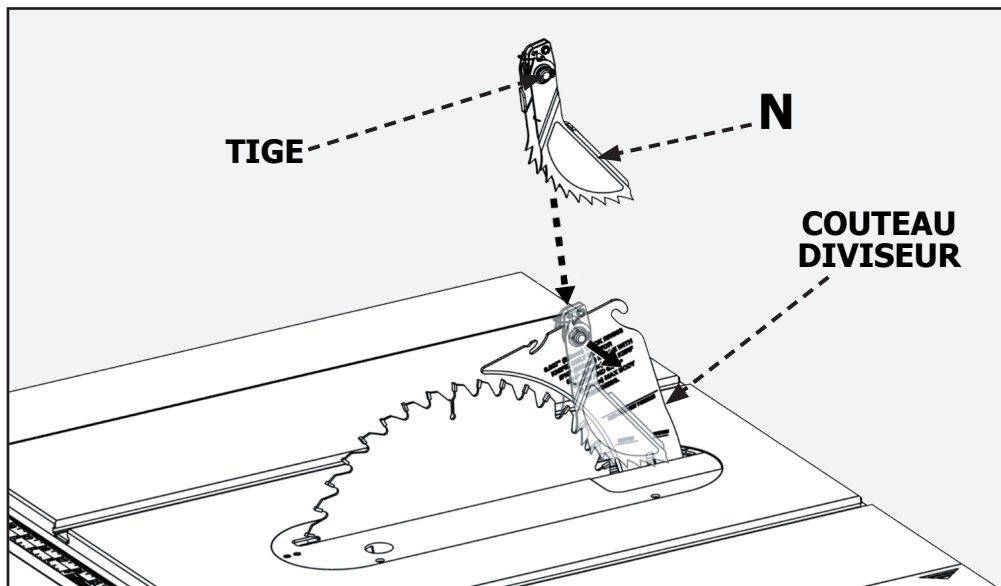

FIGURE 9
1. Reportez-vous à la Figure 9 et localisez la fente de montage des doigts anti-retour au milieu du bord supérieur du couteau diviseur.